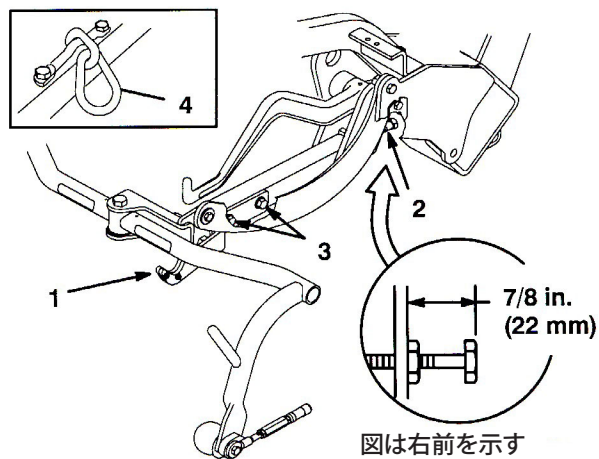
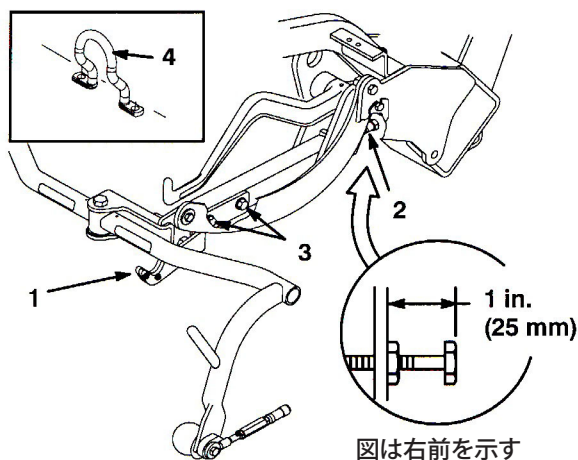

図 20
図 22
12. リールモータのシャフトのスプライン部にグリスを塗布する。モータを取り付け穴に正対させ、時計方向にひねってスタッドを一回かわし、次に逆にひねってスタッドに掛け、取り付けナットを締めつける (図20)。
移動走行時の高さ (図20 と21) を点検し、必要に応じて調整します：
2. チェーン・リンクまたはストレート型の昇降フック (図20 と21、挿入図) のついているカッティングユニットでは、キャリア・フレーム調整ねじの上面からキャリア・フレームの背面までの距離が 22 mm になっていることを確認する。この距離が 22 mm になっていない場合は手順 4 へ進む。オフセット・リフト・リンク (図22) のついているカッティングユニットの場合は、次のステップに進む。
3. オフセット・リフト・リンク (図22、挿入図) のついて
(図20～22)。
7. キャリア・フレームの高さがそろっていない場合は、キャリア・フレーム調整ねじの上についているジャムナットをゆるめる (図20～21)。高くするにはねじを外方向にまわし、低くするには内方向にまわす。調整ができたらジャムナットを締めて調整を固定する。